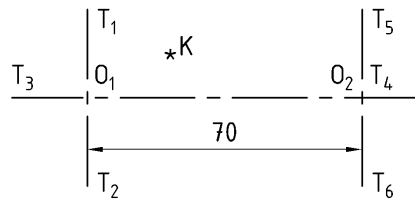

Рис. 82. Построение отрезка T_5T_6
2. На расстоянии 70 мм от отрезка T_1T_2 , при помощи команды *Offset* (Подобие) строится вертикальный отрезок T_5T_6 (рис. 82):